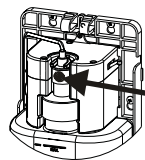

Fig. 6
5. Check, at den to-tandede plasholder øverst i pumpe-sporet på styringsenheden er oppe, så sæbebeholderen med påmonteret pumpe kan placeres i pumpe-sporet og trykkes på plads (se Fig. 6).